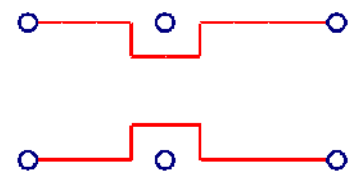

Рис. 9-40.
- ❖ учитывайте, что направление трассировки будет влиять на расположение трасс, в частности от этого будет зависеть с какой стороны будут огибаться препятствия. На рис. 9-40 приведены примеры огибания трассами препятствий при их трассировке слева-направо (верхняя трасса) и справа-налево (нижняя трасса). Правило выбора направлений следующее: